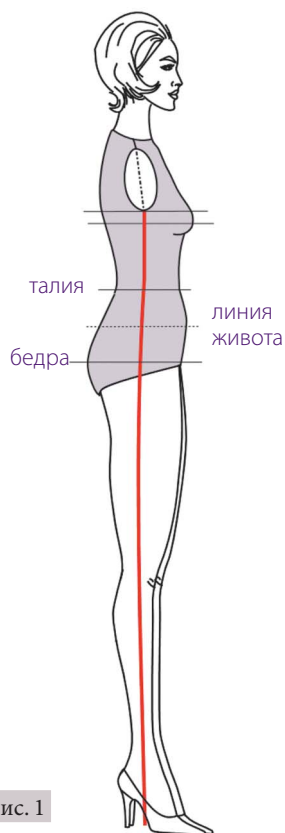
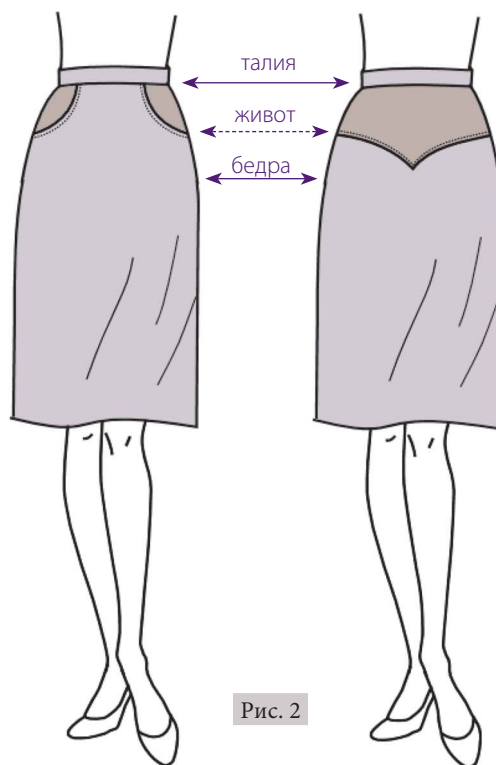

Рис. 1
Рис. 2
На этой линии отложите от линии талии вверх величину мерки длины переда (см. рис. 1, с. 20).
⑪ Чтобы определить ширину нижней части лифа (зеленая рамка, рис. 3), разделите окружность бедер на 4 и прибавьте 1 см (см. объяснения к рис. 1 и 2 на с. 16). Отложите полученную величину на линии талии от точки ее пересечения с линией середины переда. От полученной точки опустите перпендикуляр до линии бедер.
В методике построения выкроек, описываемой в данной книге, линия живота считается не основной, а вспомогательной и используется для размещения рельефов, кокеток, карманов и т.д. (рис. 2). Действительно, мерка окружности живота не совсем точна, так как в это значение не включается объем ягодиц (рис. 1). Как следствие, эта мерка не может использоваться для определения ширины спинки и переда. Поэтому в большинстве случаев довольно трудно правильно вычислить и построить линию бока с учетом одновременно окружности талии, живота и бедер.